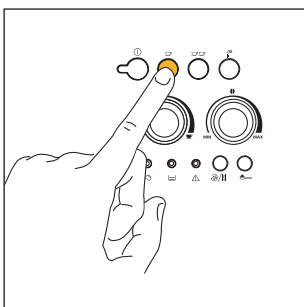
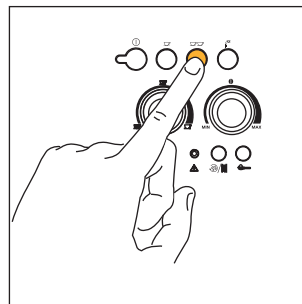

Fig. 12
Fig. 13
- 5) Prima a tecla ☕ (fig. 12) se tiver optado por tirar um café ou a tecla ☕☕ (fig. 13) se desejar tirar 2 cafés. A máquina mói, então, os grãos, efectua uma breve pré-infusão e, depois, completa a extracção do café para dentro da chávena. *Uma vez obtida a quantidade de café predefinida, a máquina interrompe automaticamente a extracção do café e expulsa a pastilha de café consumida para o recipiente das borras).*
- 7) Para desligar a máquina, prima a tecla ①. (Antes de se apagar, a máquina efectua automaticamente um enxaguamento: através dos bicos, sai um pouco de água quente, a qual é recolhida na pingadeira subjacente – Cuidado para não se queimar). Se não for desligada com a tecla ①, a máquina apaga-se sozinha, de qualquer forma, 3 horas depois da última utilização, efectuando primeiro um breve enxaguamento.
NOTA 4: A extracção pode ser interrompida a qualquer momento, enquanto a máquina estiver a fazer o café, bastando para tal premir a tecla ☞ (fig. 12) ou ☞☞ (fig. 13) previamente seleccionada.
NOTA 5: Se, depois de terminada a extracção, desejar aumentar a quantidade de café que está na chávena, mantenha premida a tecla ☞ (fig. 12) ou ☞☞ (fig. 13) previamente seleccionada, até obter a quantidade desejada (esta operação deve ser executada no espaço de 3 segundos após o fim da extracção).